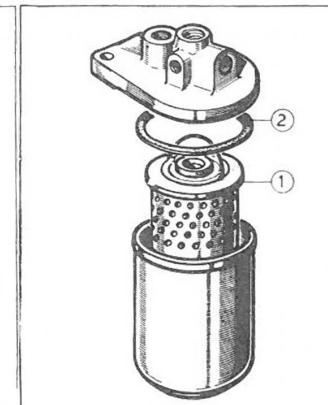
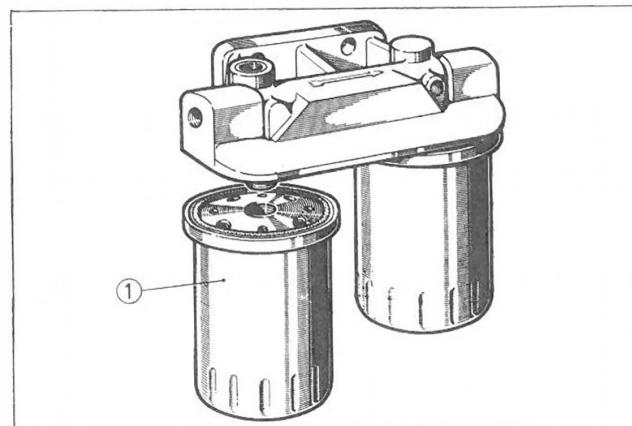

Fig. 18
Fig. 20
672/673 - 832/833 sfilare la cartuccia (1 - Fig. 18) e sostituirla; pulire la vaschetta e cambiare la guarnizione (2) se danneggiata.
674/834 sostituire entrambe le cartucce se necessario ed in ogni caso cambiare quella posta in aspirazione (1 - Fig. 20).
For engines 672/673 - 832/833 remove filter element (1, Fig. 18) and replace it; clean bowl and change gasket (2) if damaged.
For engines 674/834 replace both filter elements if necessary, and in any case change first element on suction side (1, Fig. 20).
672/673 - 832/823 : extraire la cartouche (1 fig.18) et la remplacer; nettoyer la cuve et changer le joint (2) s'il est endommagé. 674/824 : remplacer les deux cartouches, s'il y a lieu et en tout cas changer celle à l'aspiration (1 fig.20).